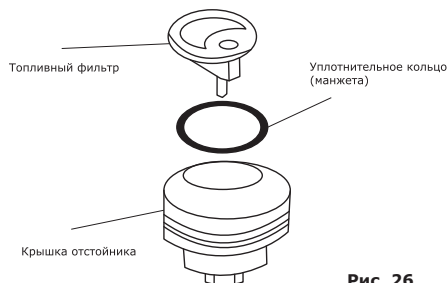

Рис. 26
- Очистите или продуйте сжатым воздухом и установите обратно фильтр и манжету (рис. 26),